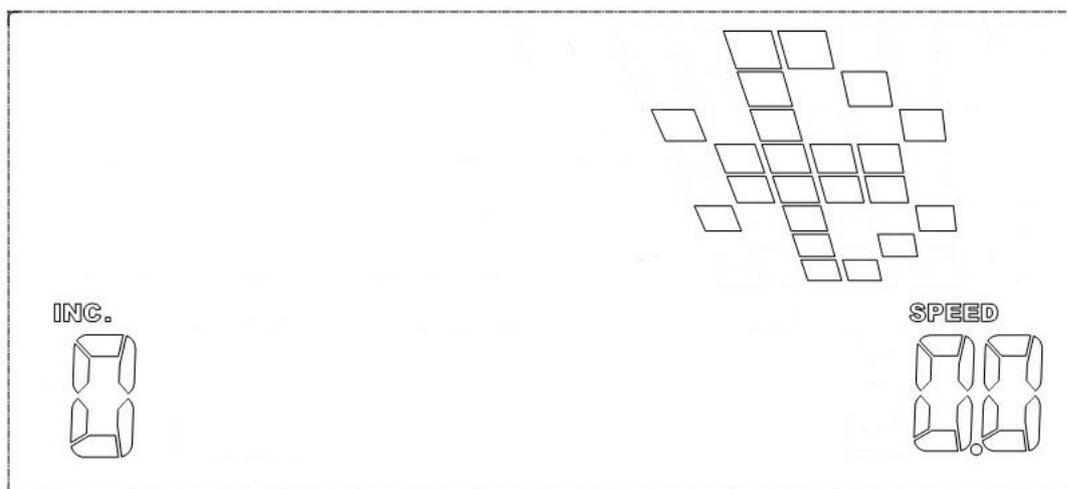

FIG. 9
- 2) Si la console du tapis roulant est affichée comme sur la FIG. 9, cela signifie qu'elle est connectée avec succès, et on peut donc utiliser des applications attrayantes pour l'entraînement sur le tapis roulant, telles que I console+, Kinomap, etc.